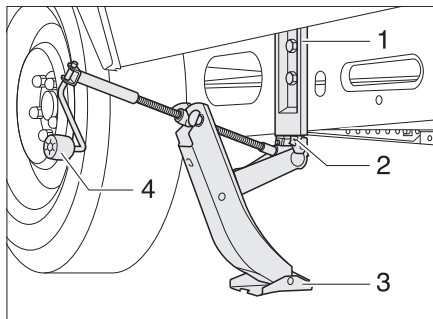

Bild 188 AL-KO-domkraft
- Skjut alltid in AL-KO-domkraftens insticksprofil (Bild 188,2) till anslag i domkraftsfästet (Bild 188,1).
- Håll fast AL-KO-domkraften med en hand och vrid handveven (Bild 188,4) medsols med den andra handen tills fotplattan (Bild 188,3) har golvkontakt och står jämnt.